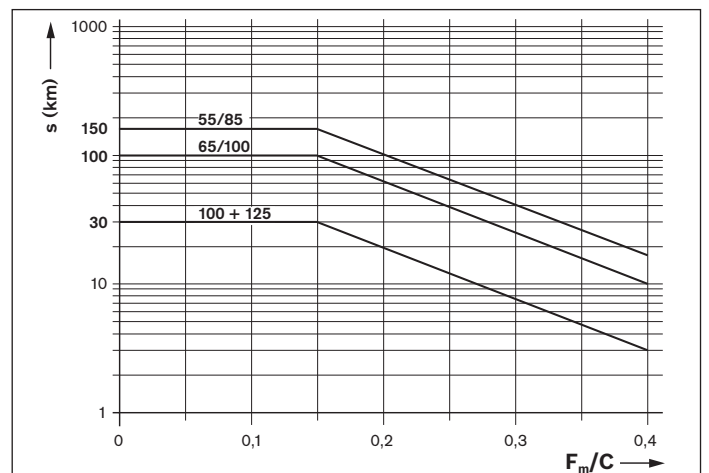

Figura 8
- ▶ Una vez se haya alcanzado el intervalo de relubricación según la figura 8, aplicar la cantidad de relubricación según la tabla 10.
- ▶ Una vez se haya alcanzado el intervalo de relubricación según la figura 8, aplicar la cantidad de relubricación en cada conexión de lubricación según la tabla 10.